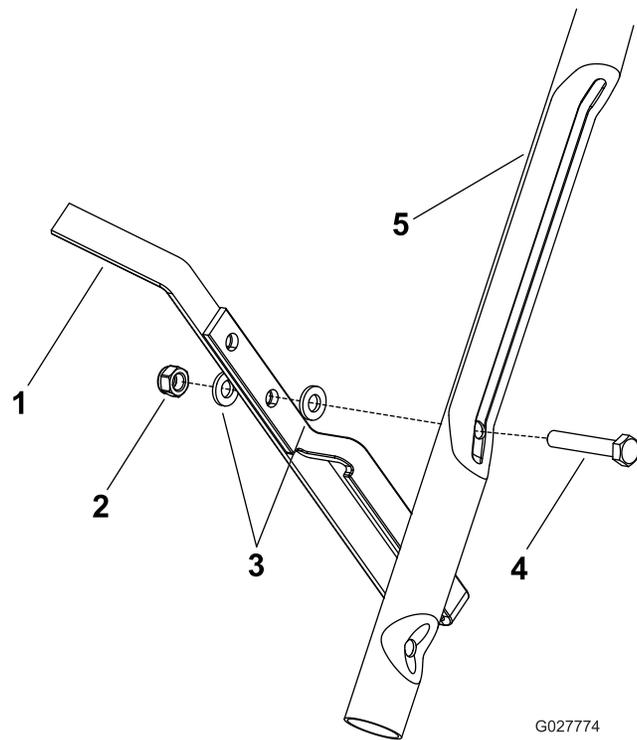

Рисунок 6
Прикрепите ножной упор к болту с правой стороны нижней рукоятки с помощью гайки и двух шайб (Рисунок 6).
**Примечание:** Установите ножной упор, используя нижнее отверстие в ножном упоре, как показано на Рисунок 6.